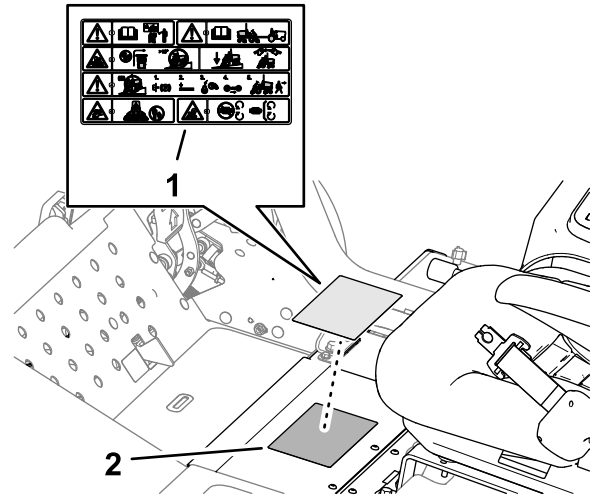

図 24
1. 標準警告デカルをアルコールできれいに拭いて乾燥させる図 24。
2. CE デカル P/N 138-1186 の裏紙をはがし、図 24のように標準デカルの上から貼り付ける。